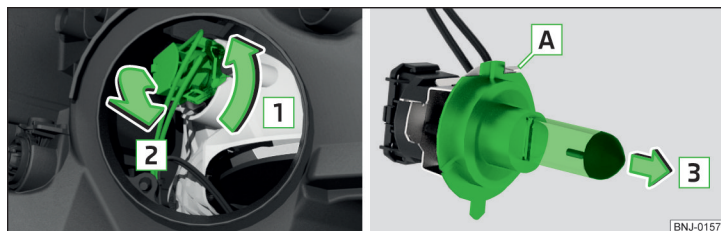

Fig. 210 Sostituzione della lampadina delle luci anabbaglianti
- › Ruotare la spina con la lampadina in direzione della freccia **1** » fig. 210.